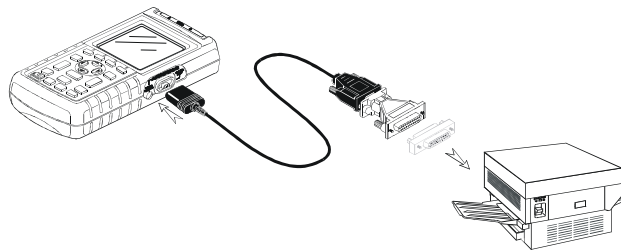

Figura 1-22. Collegamento di una Stampante Serielle
- Il Cavo/Adattatore per RS-232 isolato otticamente (PM9080) per collegare una stampante seriale alla PORTA OTTICA dello strumento. Vedere Figura 1-22.